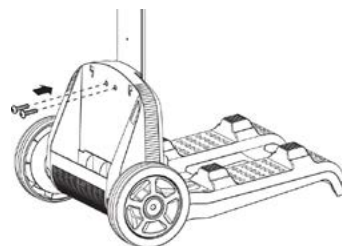

Figura 10
2. Utilizando dos de los tornillos Phillips más cortos incluidos con el carrito, asegure el chasis del carrito al soporte del mango. Ver **Figura 10**.